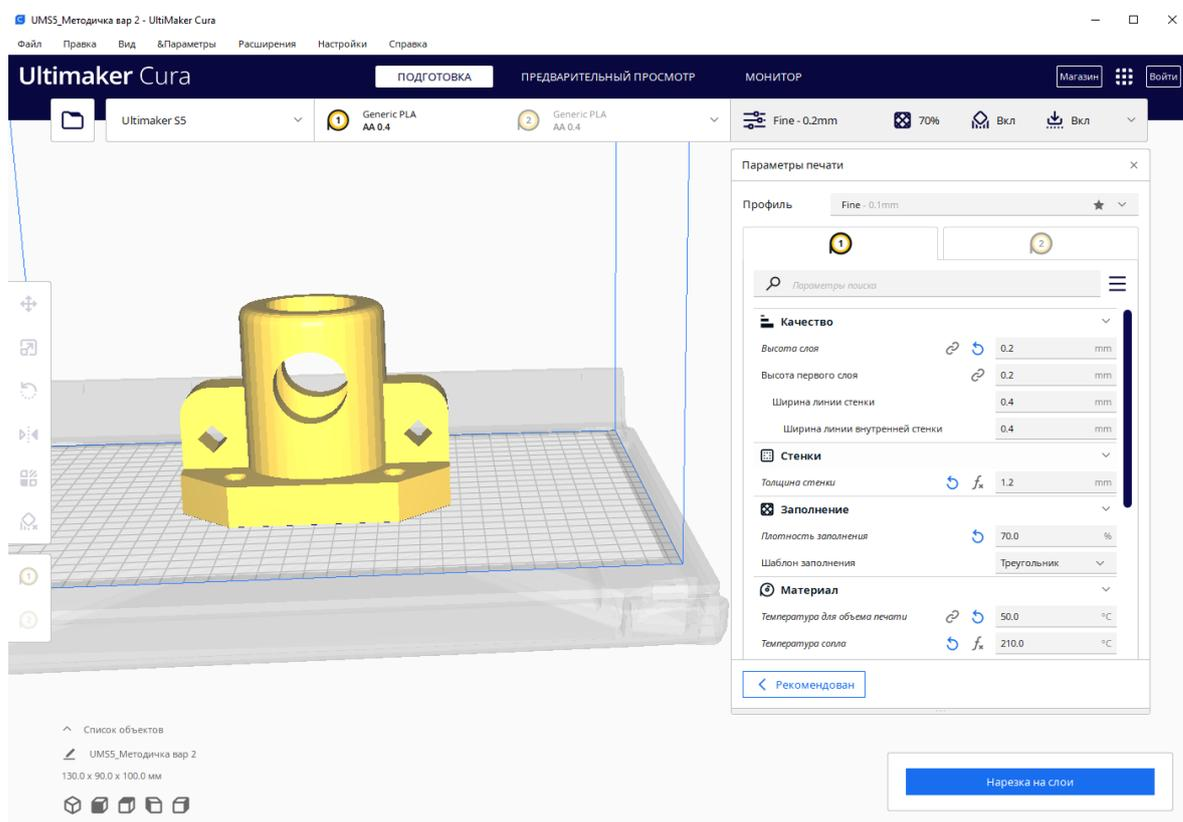

Рис. 125
6. Устанавливаем необходимые значения всех параметров и делаем скриншот экрана (рис. 125).